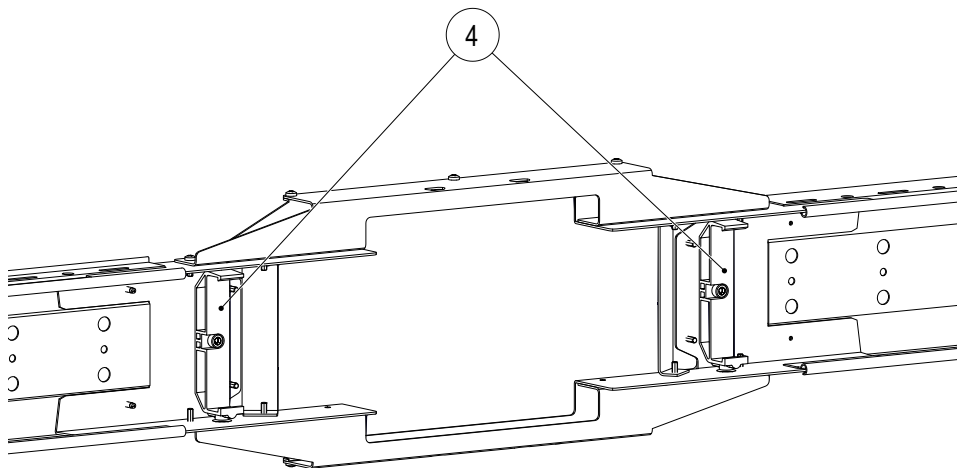
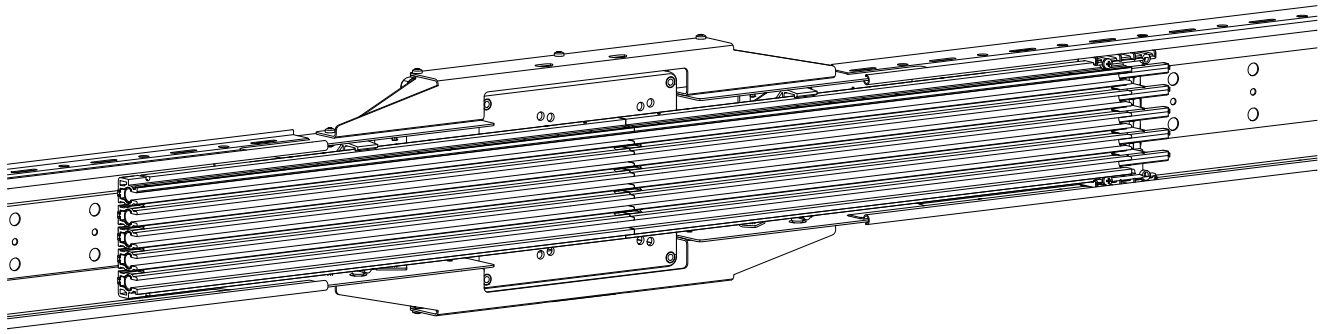

Abb. 64: Fixpunkte (4) sind montiert
Abb. 65: Streckeneinspeisung mit Klemmenkasten ist im Befestigungsrahmen montiert
1. Falls die Fixpunkte (4) noch nicht am Befestigungsrahmen (3) montiert sind, müssen diese zuerst mithilfe der Verschraubungen (A, B und C) montiert werden (siehe Abb. 64 und Abb. 65).
- Die Fixpunkte sind rechts und links am Befestigungsrahmen montiert (siehe Abb. 64 und Abb. 65)
- Die Fixpunkte sind am Befestigungsrahmen der Einspeisung montiert (siehe Abb. 64) und die Schleifleitungsschienen sind vollständig eingehängt.